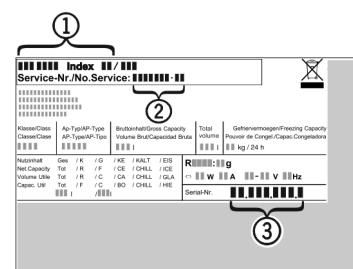

Fig. 35
- ▶ Z typového štítku odčítajte označenie zariadenia Fig. 35 (1), servisné č. Fig. 35 (2) a sériové č. Fig. 35 (3). Typový štítek je na ľavej vnútorenej strane zariadenia.
- ▶ Upovedomte zákaznícky servis a oznámite chybu, označenie zariadenia Fig. 35 (1), servisné č. Fig. 35 (2) a sériové č. Fig. 35 (3).